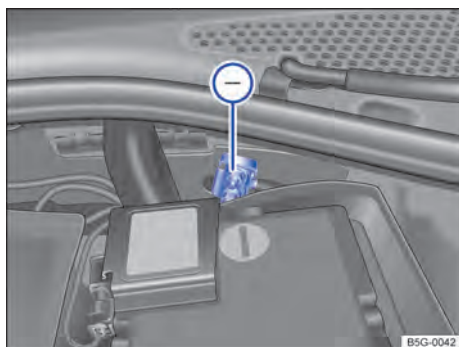

Fig. 226 No compartimento do motor: ponto de auxílio à partida (ponto de aterramento).
- ⓘ O ponto de auxílio à partida (ponto de aterramento) serve para conectar o cabo auxiliar de partida *preto* → Fig. 226.